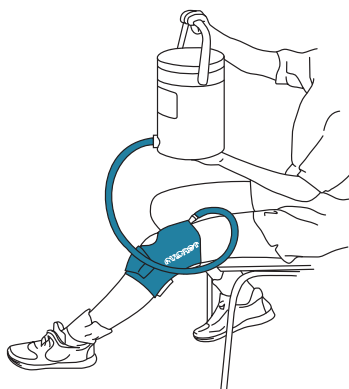

Figure 3
| 3. Remplir et mettre le Cryo/Cuff sous pression (Figure 3)..... | 30 |
3. Remplir et mettre le Cryo/Cuff sous pression (Figure 3)